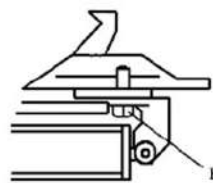

Fig. 10
**Aviso:** Após os primeiros 20 dias de uso, reaperte as garras com os parafusos de aperto (B) da Mesa Giratória (Fig. 10)